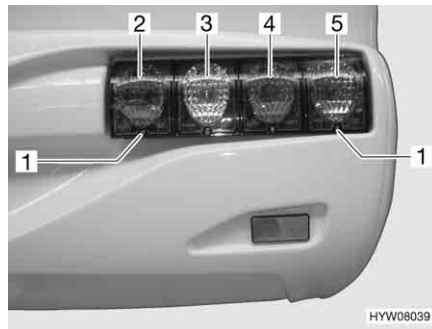

Fig. 241 Luci posteriori (luci di posizione posteriori)
- Allentare le viti degli involucri (Fig. 241,1) sulle lampade in questione.